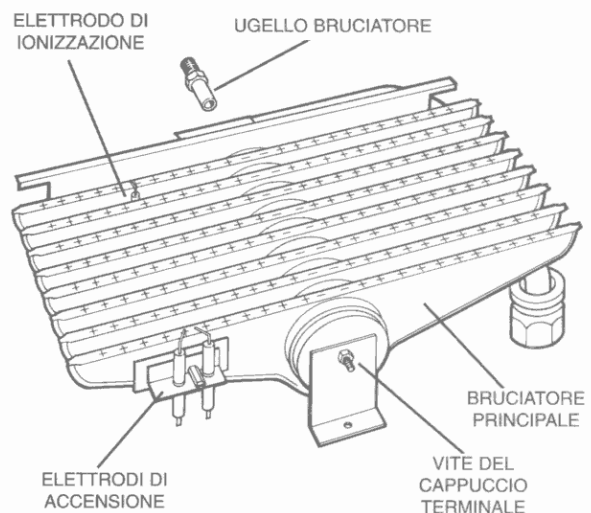

Fig. 19: Bruciatore
1. Togliere il bruciatore come descritto al paragrafo 13.4 (8).
2. **Allentare e togliere la vite del cappuccio terminale (vedere a fig. 19) ed estrarre il cappuccio stesso dal corpo del bruciatore.**
- Per il reinserimento, e per il corretto posizionamento degli elettrodi vedi Fig. 19.